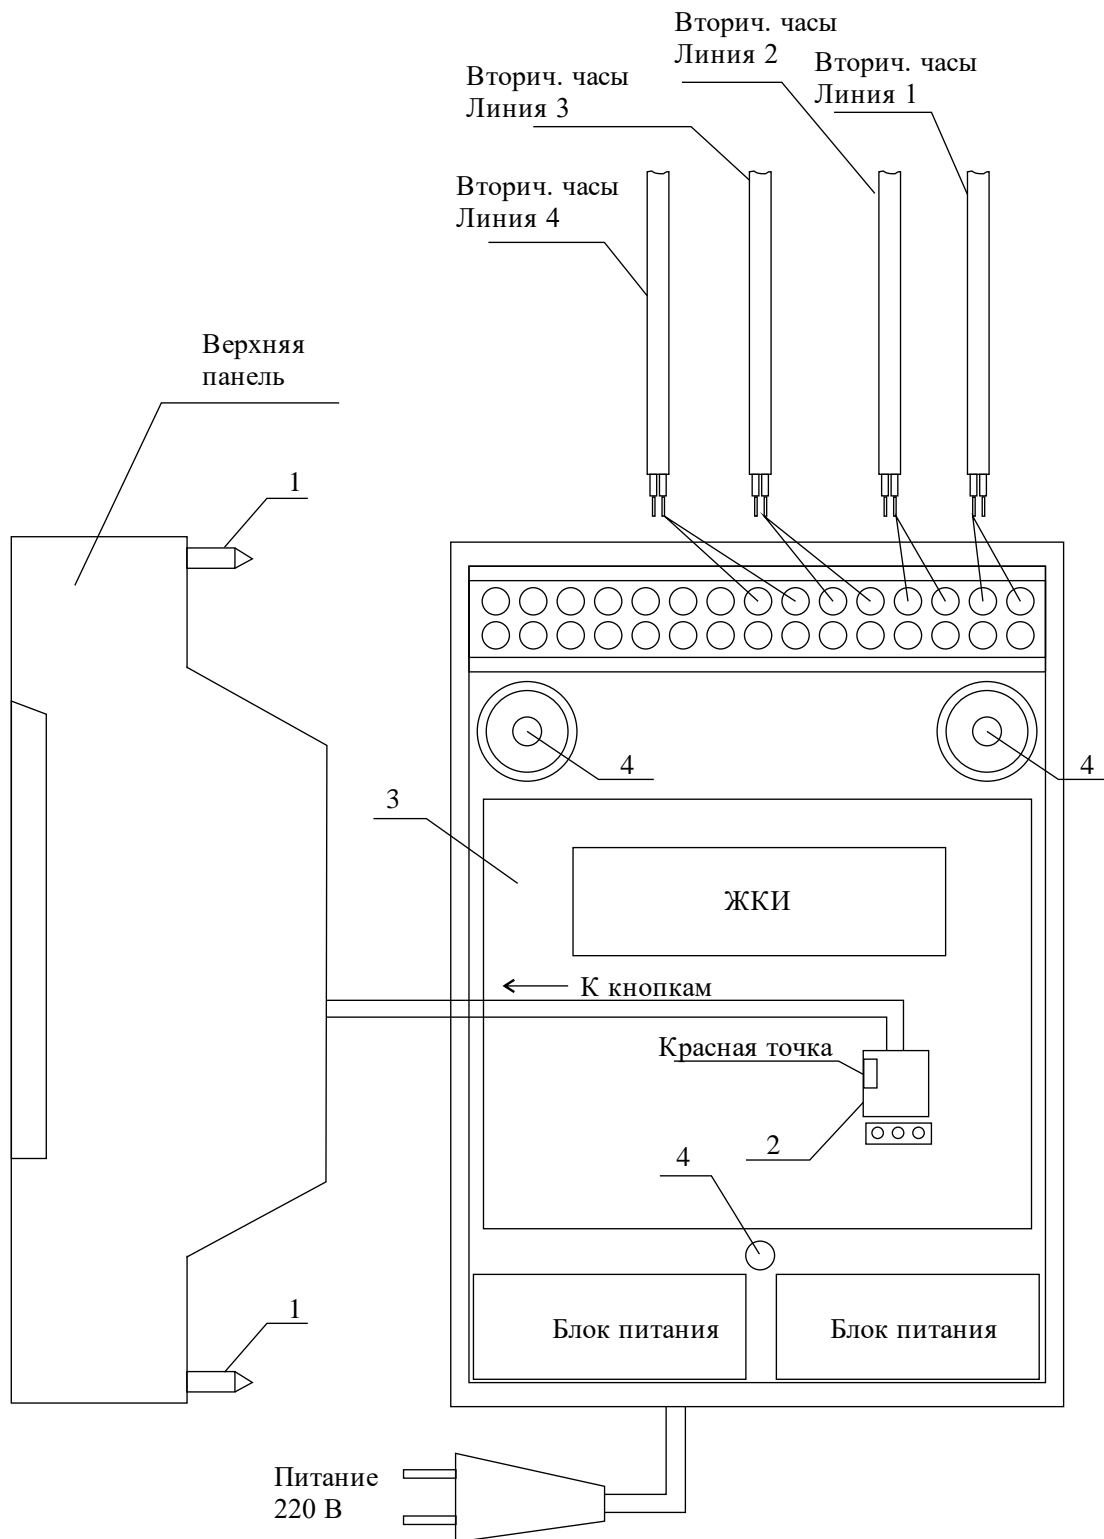

Рис. 1
4.1. Выверните четыре винта 1, расположенных на верхней панели ЧС (см. Рис.1). Осторожно снимите верхнюю панель и отсоедините разъем 2, соединяющий кнопки с печатной платой 3.
4.5. Подсоедините линии вторичных часов №№ 1, 2, 3 и 4 в соответствии со схемой рис.1.